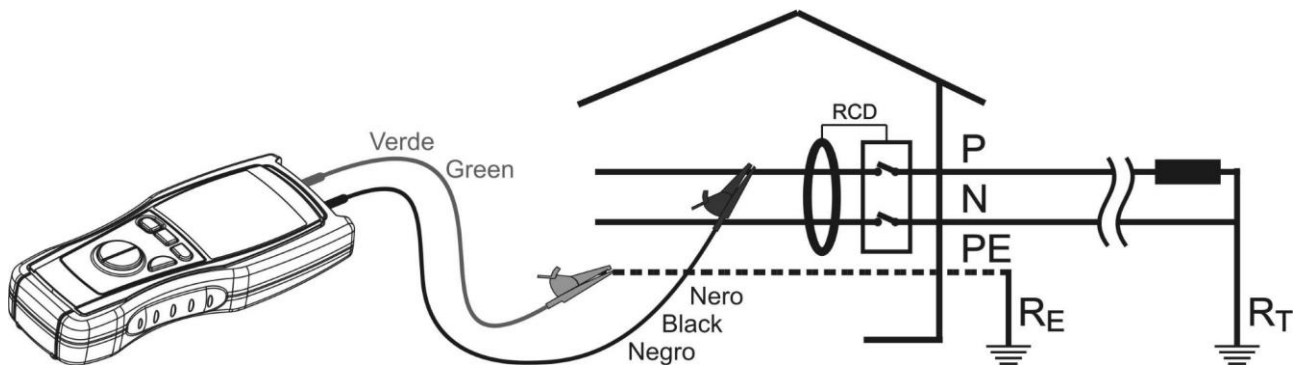

Fig. 7: Anslutning av instrumentet under RCD test
1. Koppla in testledningarna i instrumentet och anslut dem sedan till mätobjektet. Grön ledning kopplas till jord, svart till fas. Se fig. 7.